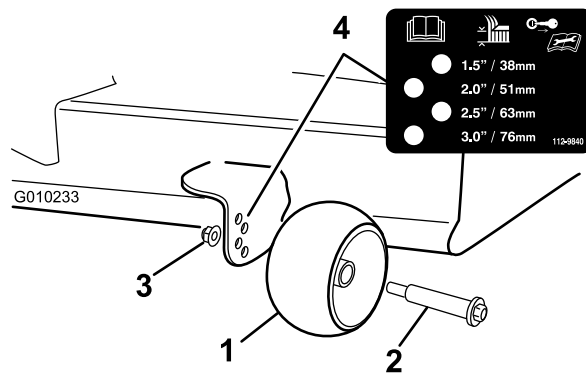

図 32
3. 芝削り防止ローラ図 32を、一番近い刈高位置に合わせる。